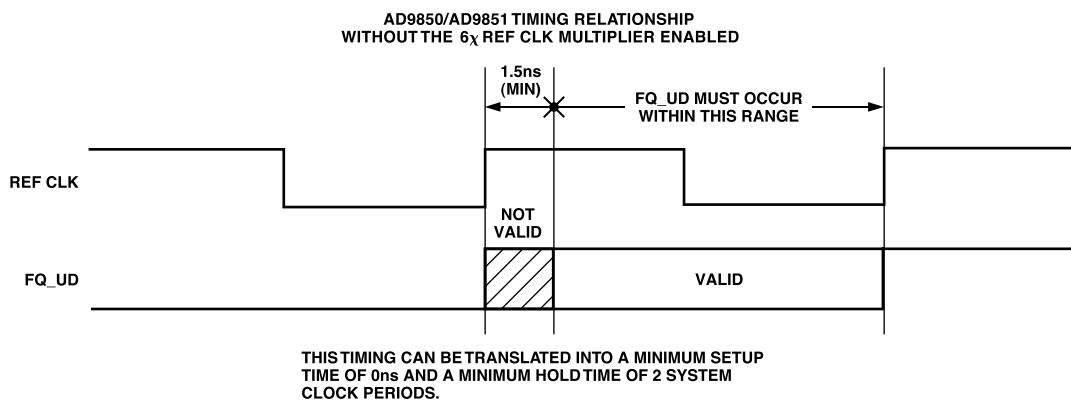
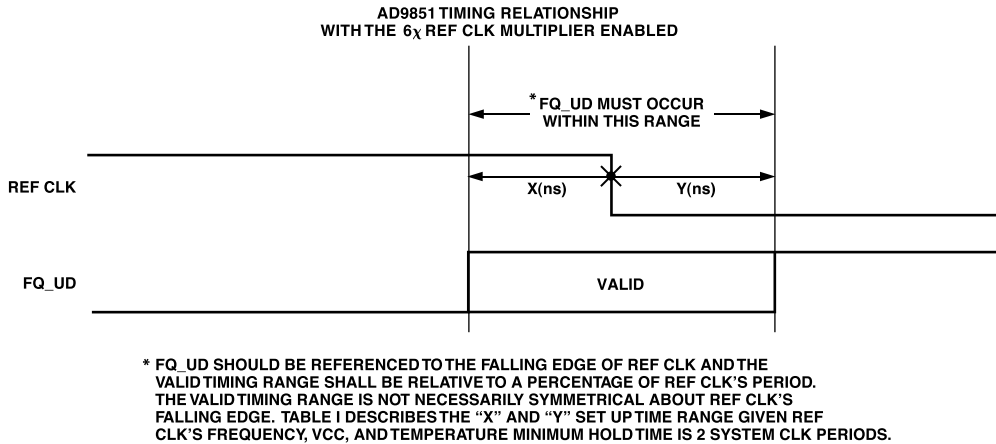

图4. REF CLK与FQ\_UD之间的正确时序关系
图6. 使用6×乘法器时的正确时序关系
FQ\_UD与SYSTEM CLOCK之间必须存在正确的时间关系(见图2)。如果这些信号的时序有误，则可能导致调谐字部分加载，从而阻碍DDS同步。FQ\_UD必须在REF\_CLK上升沿之前即具有正确的建立时间。有关正确时序的详细情况将在“同步操作指南”部分讨论，如图4和图6所示。
6. 有关REF CLK与FQ\_UD之间的建议时序，请参看图4。
注意：由于6\_REF CLK乘法器锁定至REF CLK的下降沿，因此，FQ\_UD信号应当以REF CLK的下降沿为基准。FQ\_UD(引脚8)与REF CLK(引脚9)之间的建议时序关系如图6所示。
9. 有关FQ\_UD与之间REF CLK的建议时序，请参看图6。